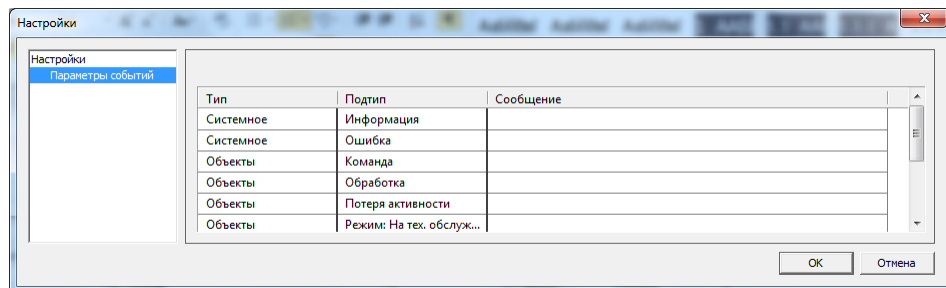

Рис. 13.28. Вкладка *Параметры событий* окна *Настройки*
2. В окне *Настройки* перейдите на вкладку *Параметры событий* (Рис. 13.28).